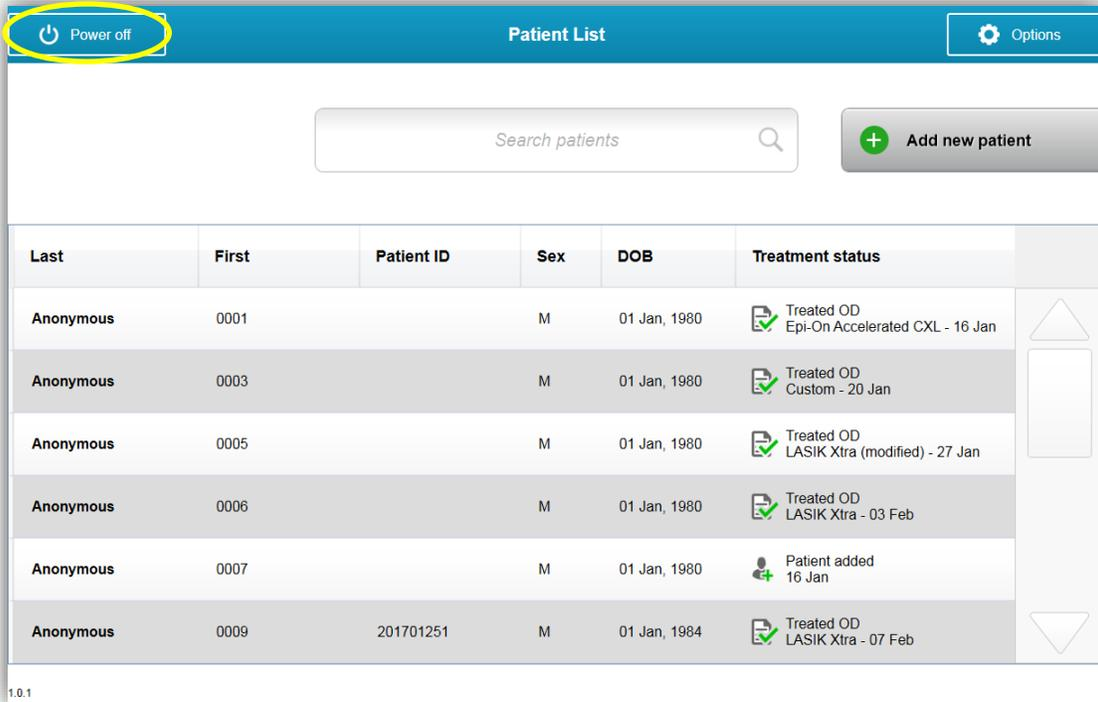

Figure 3-48. Sélectionnez « Power Off »”
- Sélectionnez « Power Off » dans l'écran d'accueil Patient List, comme illustré à la figure 3-48.